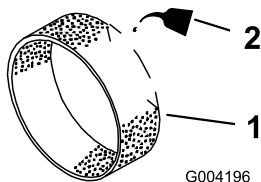

Bild 44
3. Gießen Sie etwas Öl auf den Vorfilter (Bild 44).